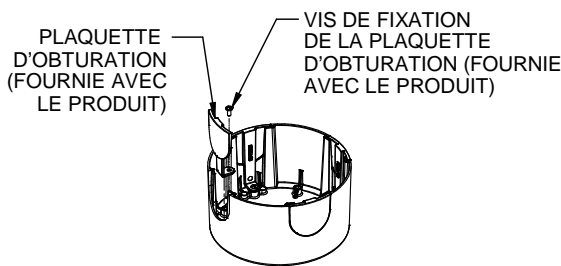

FIG 6.4A
- Pour remplacer une plaquette d'obturation par un insert en U, dévisser la plaquette d'obturation de la rosace, poser l'insert profilé en U à sa place et l'attacher avec la même vis (FIG 6.4A & 6.4B).